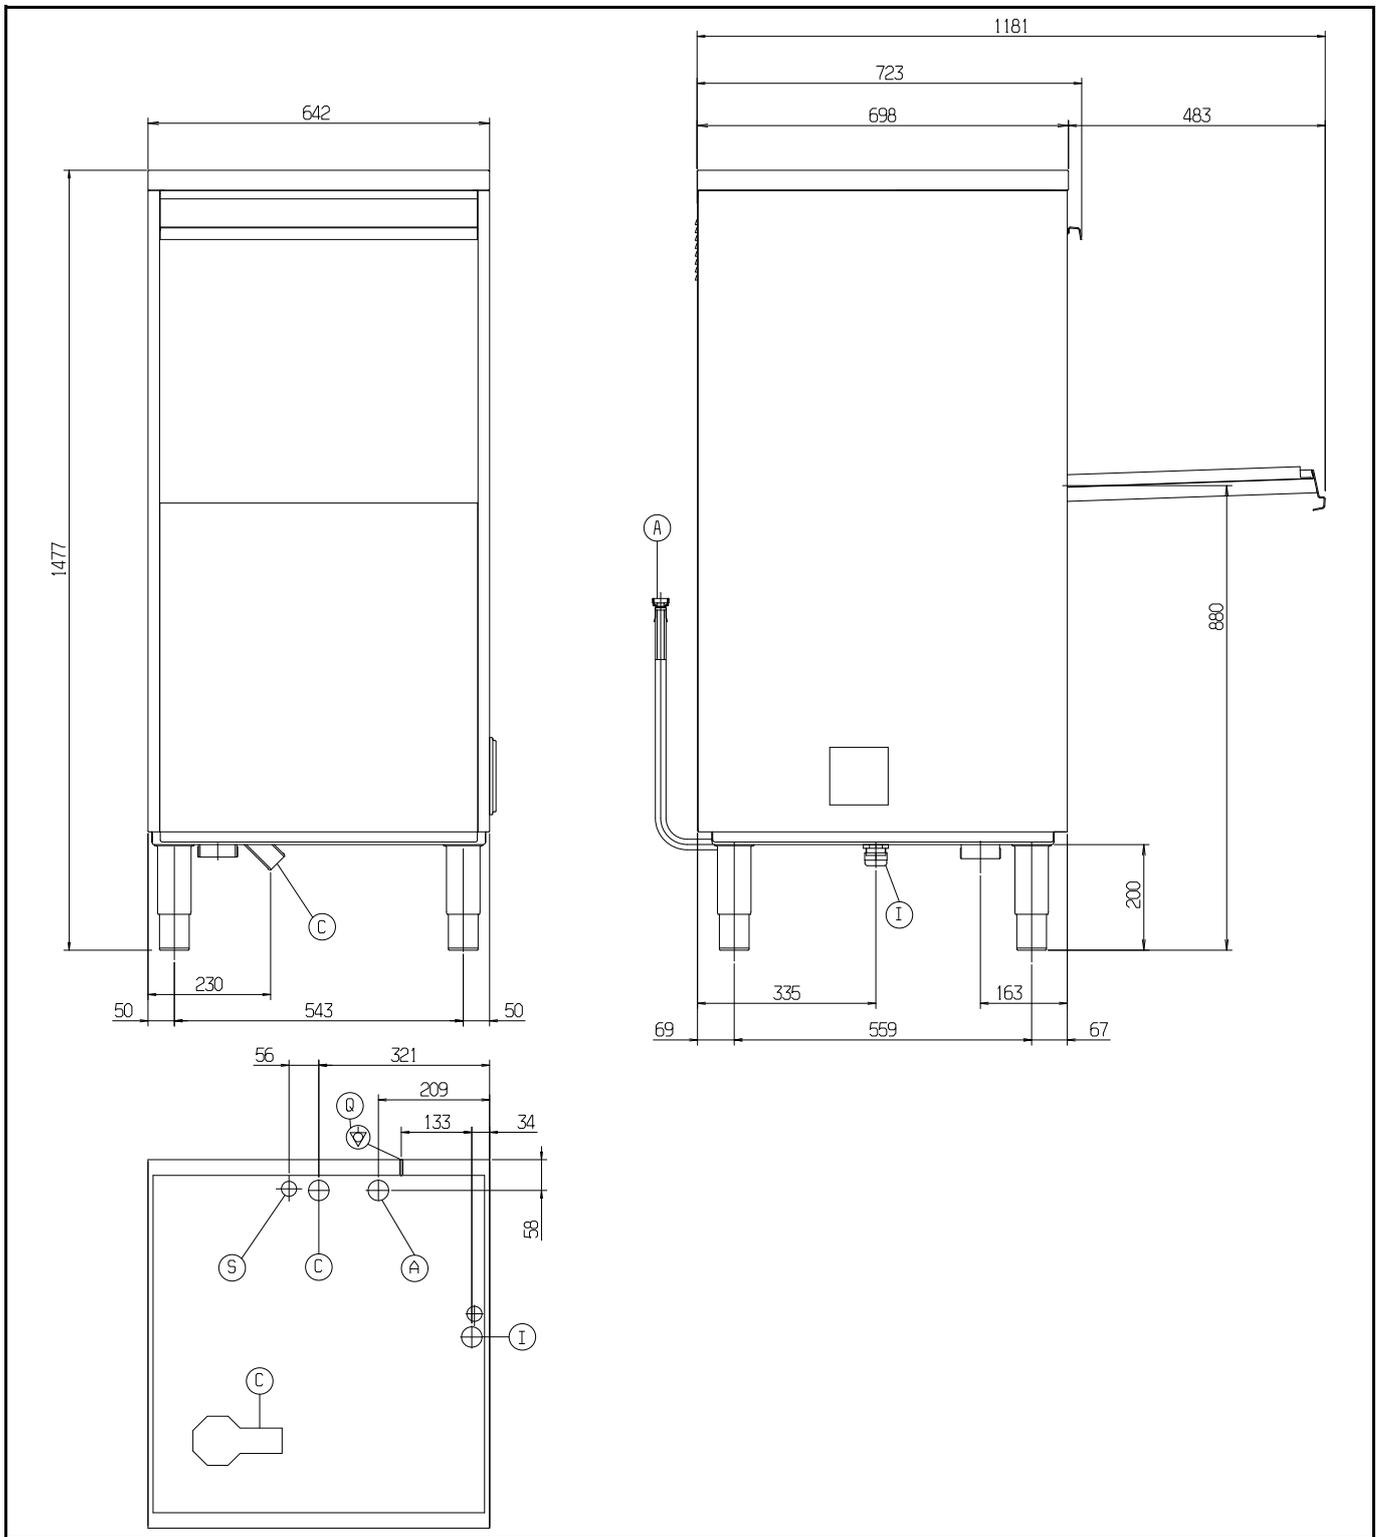
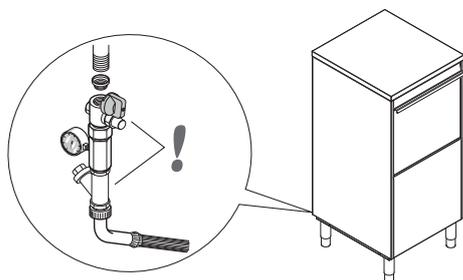

Fig. 4
Fig. 6
Leyenda Fig. 4
- Conecte el tubo de alimentación del agua "A" (Fig. 4) del aparato a la red hídrica, interponiendo un grifo, el filtro suministrado y un manómetro (Fig. 6).
Conecte el tubo de desagüe "C" (Fig. 4) al tubo de desagüe interponiendo un sifón, o coloque el tubo encima de un sumidero con desagüe abocinado hecho en el piso.
- Conecte el conductor de tierra del cable de alimentación a una toma de tierra eficiente. El aparato también debe estar incluido en un sistema equipotencial, que se ha de conectar con el tornillo "Q" (Fig. 4) reconocible por el símbolo "⚡". El conductor equipotencial debe tener una sección de 10 mm².